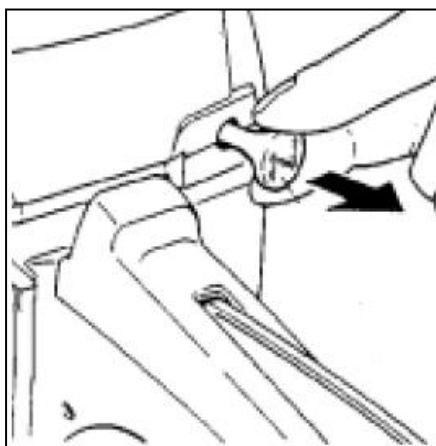

Рис. 15
3. Закройте воздушную заслонку – потянув за рычаг управления воздушной заслонкой карбюратора (см. Рис. 15).